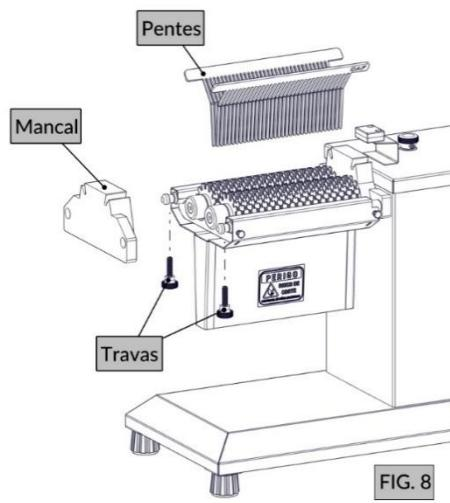

FIG. 8
- Retire os pentes (FIG. 8), desrosqueie as travas (FIG. 8) e puxe levemente o mancal (FIG. 8);